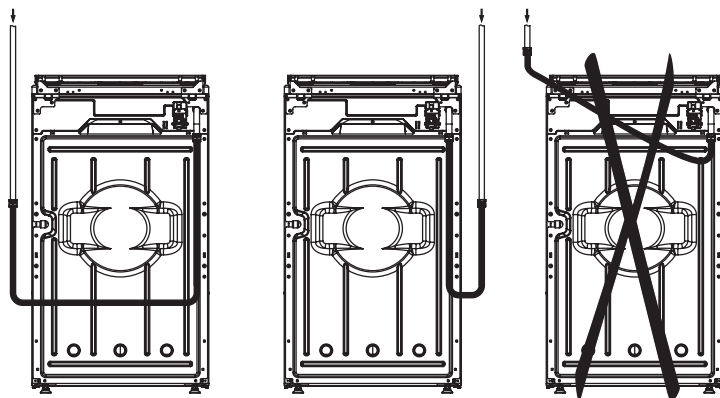

рис. 4
- гибкий соединительный рукав не должен проходить в зоне горячего воздуха дымохода и касаться задней стенки плиты (рис. 4);
Помните! После установки плиты на шнур обязательно проверьте положение гибкого шланга подвода газа и шнура питания (рис. 4). Они не должны проходить над дымоходом и касаться задней стенки плиты. Во время работы духовки там возникает высокая температура, которая может их повредить.